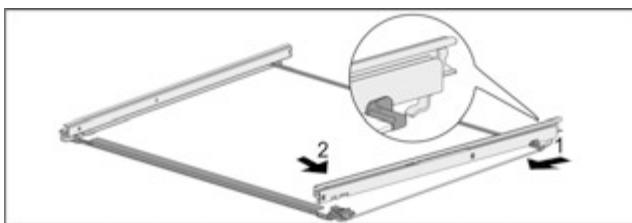

Fig. 105 Скляна пластина з рейками
- Зачепіти рейку ззаду. Fig. 105 (1)
- Зафіксуйте рейку спереду. Fig. 105 (2)